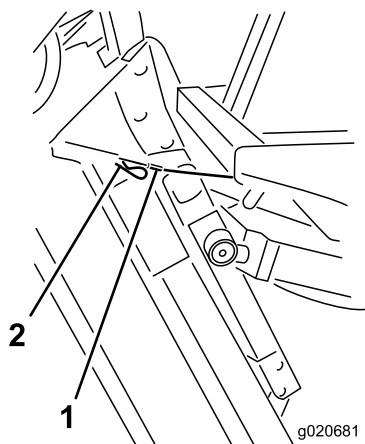

Рисунок 103
6. Удерживая деку газонокосилки в вертикальном положении, установите конец троса на штифт подъемного рычага деки газонокосилки и зафиксируйте его игольчатым шплинтом (Рисунок 103).